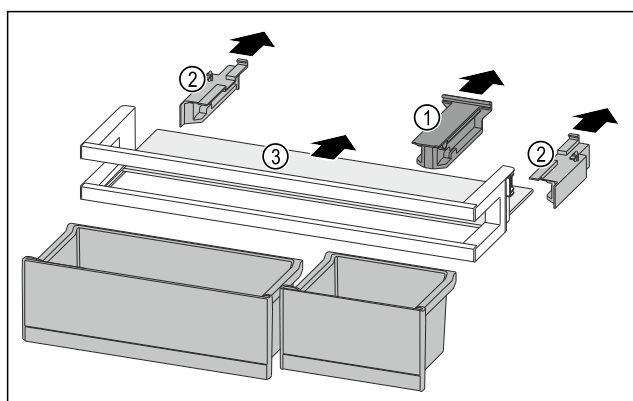

Fig. 132
- Dra ut fästdelen Fig. 132 (1).
- Dra av sidodelarna Fig. 132 (2).
- Ta ut dörrfacket Fig. 132 (3).